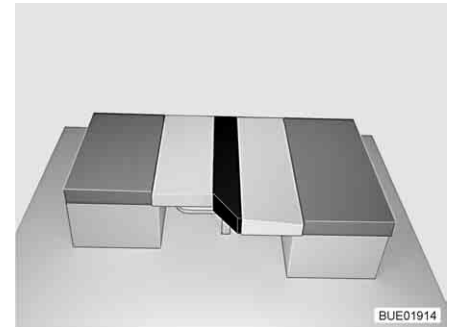

Fig. 94 Après la transformation
- Placer le coussin supplémentaire comme représenté entre le coussin de dossier et celui d'assise (voir Fig. 94).